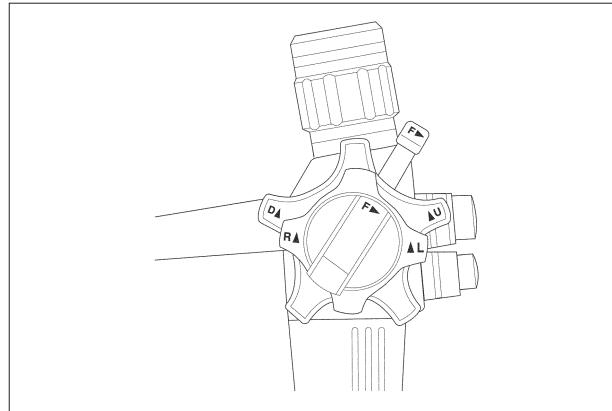

Рис. 3.4
3. Если ручки управления изгиблением вводимой трубы ВВЕРХ/ВНИЗ и ВПРАВО/ВЛЕВО установлены в соответствующее нейтральное положение, как показано на рис. 3.4, убедитесь, что изгибающая часть плавно возвращается в приблизительно прямолинейное положение.